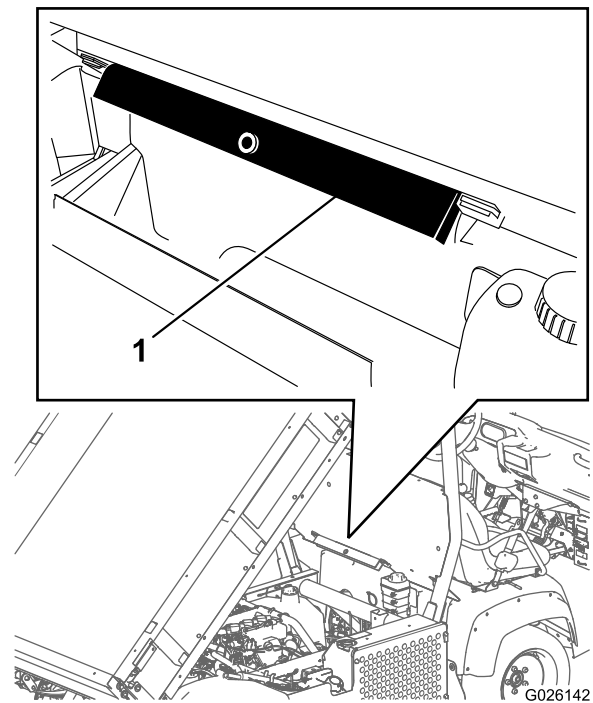

Bild 32
2. Nehmen Sie die Ladepritschenstütze aus den Lagerhalterungen hinten an der Überrollschutzplatte (Bild 32).